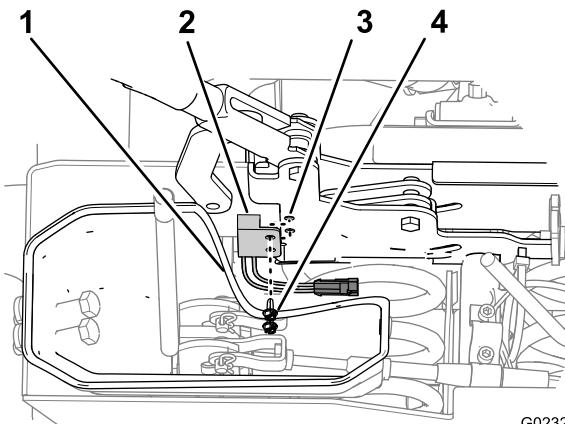

図 13
1. ギアセレクタについている下部ほこり除けカバーが、駐車ブレーキ・アセンブリの左側で邪魔にならないように除ける図 13。
2. 駐車ブレーキスイッチの穴を、駐車ブレーキの左側にある穴にあわせる図 13。
3. スイッチをブレーキに固定する六角ワッシャヘッドねじ2本を使用する図 13。